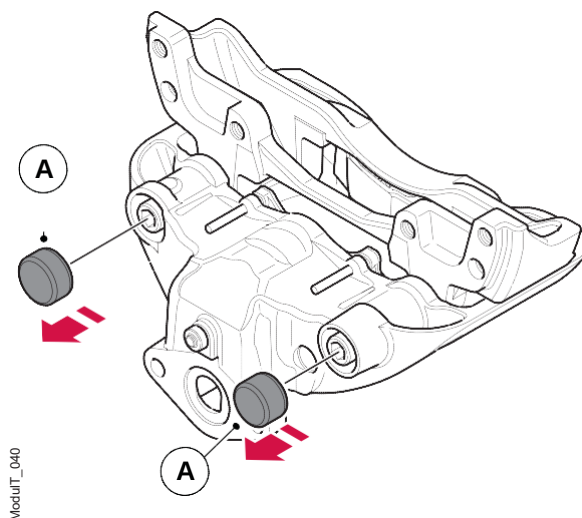

Figura 49. Remova os copos de proteção deslizantes.
2. Use um pequeno martelo e cinzel para remover os copos de proteção dianteiros e traseiros (A), consulte a figura 49. Os copos de proteção não devem ser reutilizado.